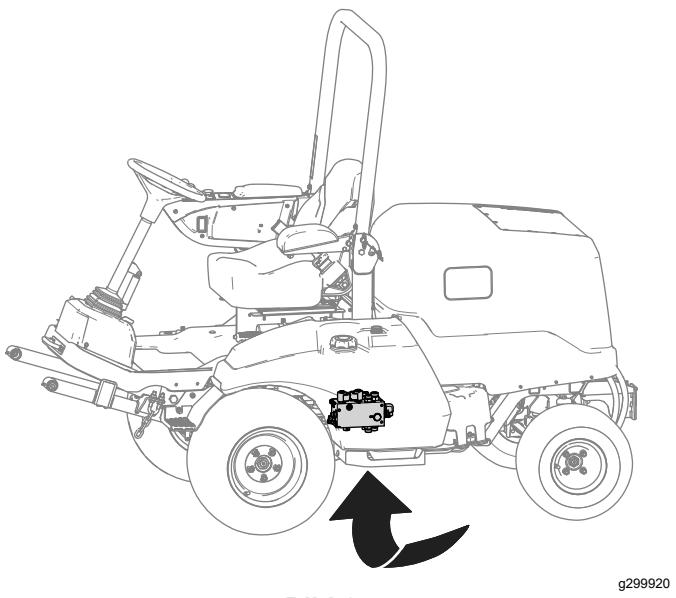

Bild 8
- A. Stellen Sie eine Auffangwanne unter den Hydraulikverteiler (in Bild 8 dargestellt).